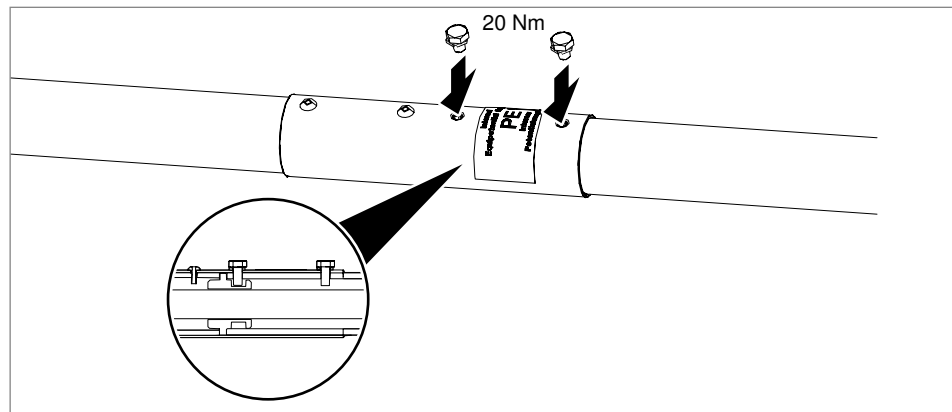

Abb. 33: Isolierten mittleren Mast und Haltemast verbinden
Hinweis! *Das innen liegende Potentialanschlusselement besteht aus zwei Halbschalen. Diese müssen so platziert werden, dass sie die isCon®-Ableitung umschließen und eine der Halbschalen mittig unter den Schraubenlöchern liegt, so dass sie durch die seitliche Schraube angepresst werden kann (siehe auch Abb. 33).*
5. Haltemast bis zum Anschlag in den mittleren Mast schieben. Dabei darf die Öffnung für die linke Kupferschraube (siehe Abb. 33) nicht auf den Spalt zwischen den Halbschalen des Potentialanschlusses zeigen, sondern mittig auf eine der Halbschalen. Drehen Sie ggf. die Halbschalen entsprechend.